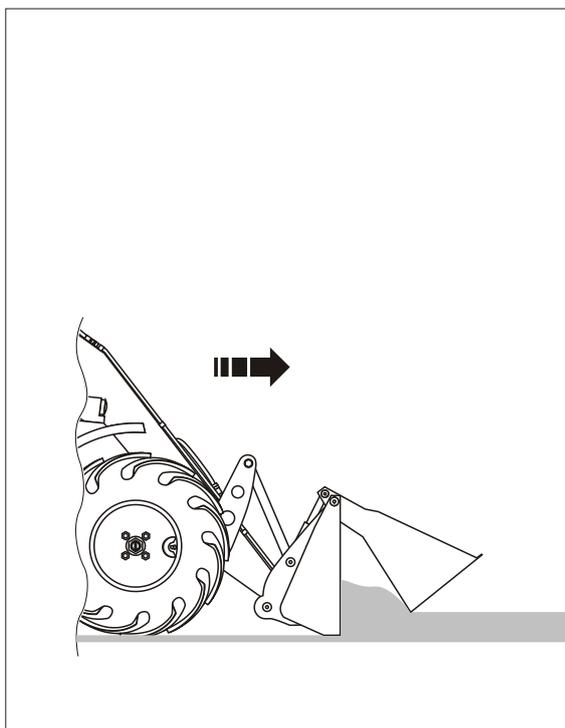

РИС. 36
- 4) Двигайтесь вперед с умеренной скоростью (см. РИС. 36).
Чтобы удалить слой почвы (см. РИС. 36) с помощью многоФУНКЦИОНАЛЬНОГО ковша, выполните следующие действия:
- 3) Двигайтесь вперед с умеренной скоростью (см. РИС. 36).